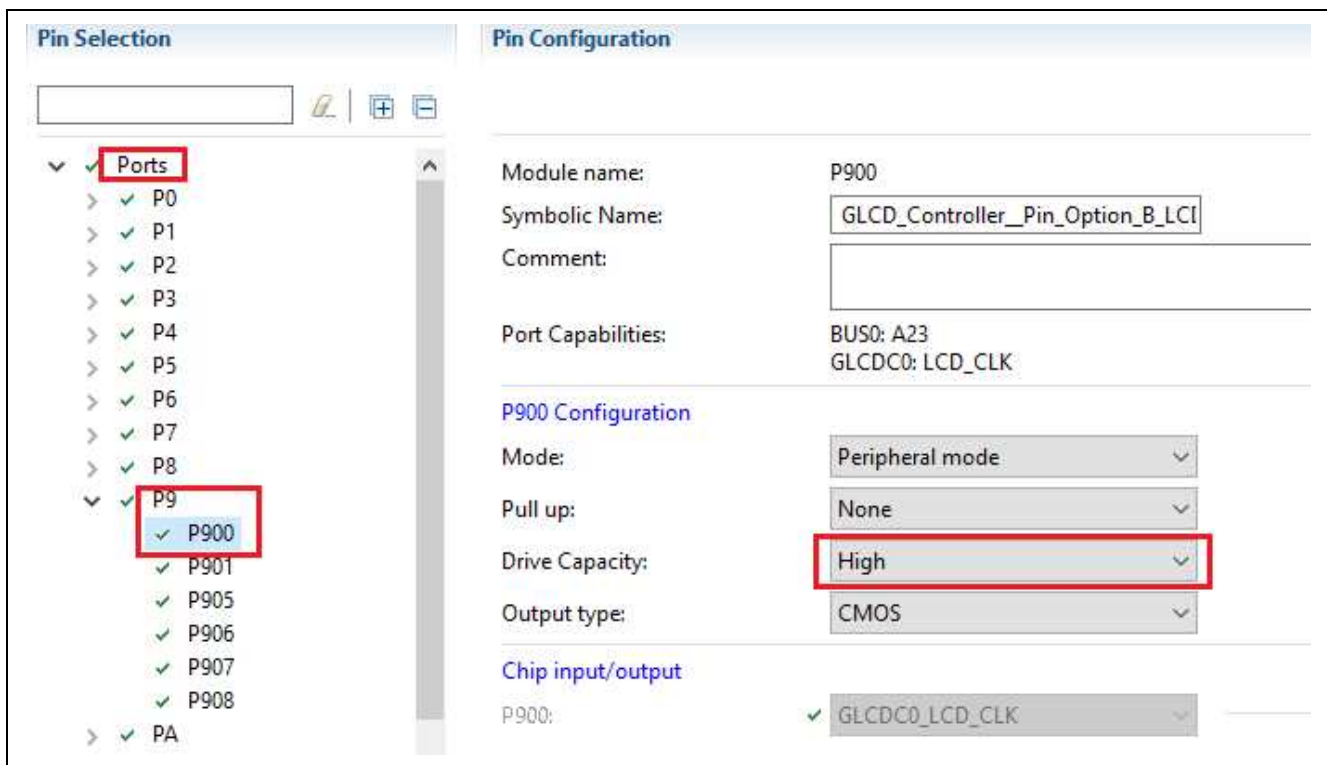
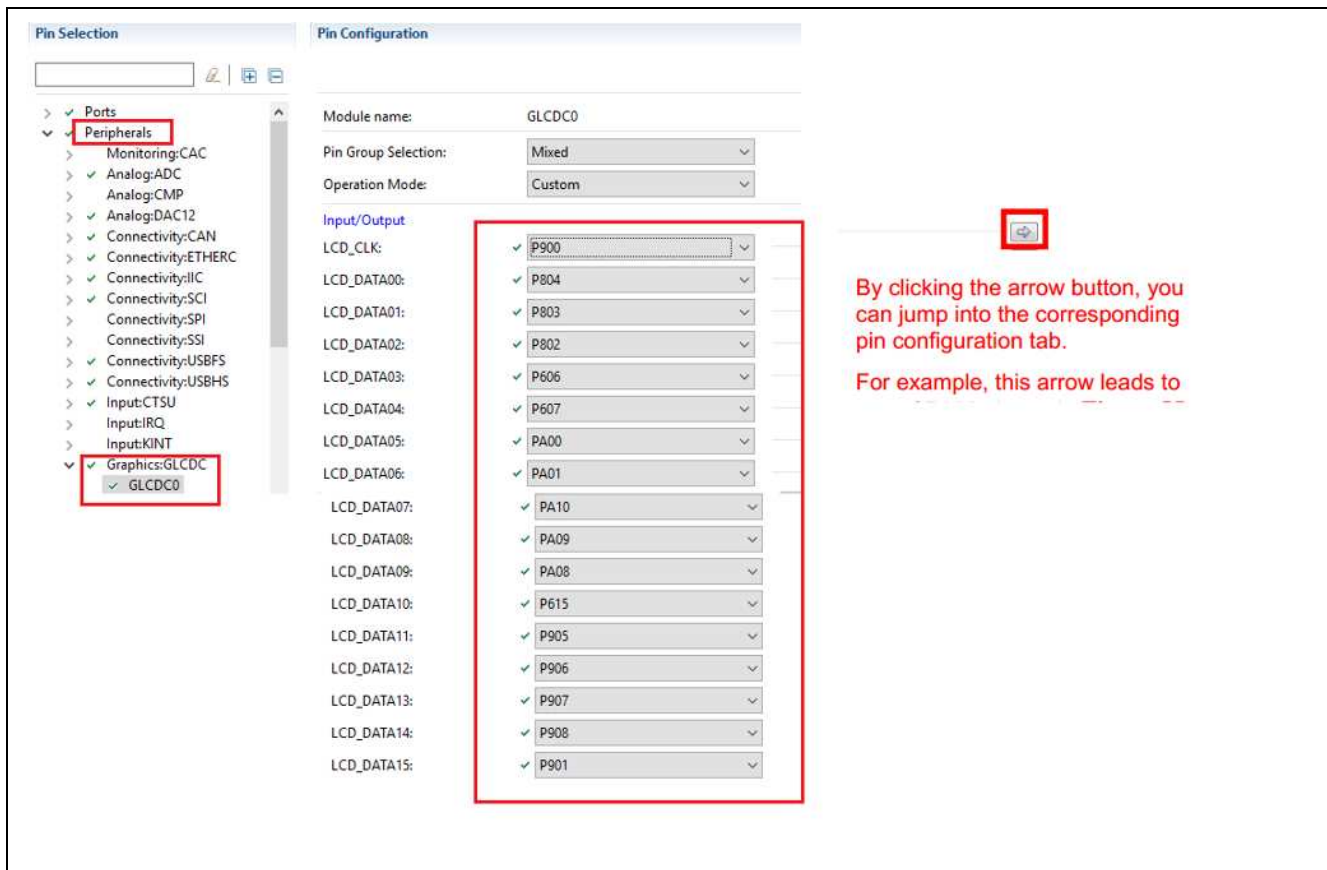

図 4.37 GLCDC の Drive Capability 設定の例
図 4.38 GLCD\_Controller\_Pin\_Option\_B の端子配置
37. 図 4.37 に示すように、[GLCD\_Controller\_Pin\_Option\_B] に関係するすべての端子に対し、[Drive Capacity] を [High] に設定してください。[Drive Capacity] を High に設定するには、2つの方法があります。A および B のうちどちらも選択可能です。
A. 以下の図 4.37 と 図 4.38 に示すように、どの端子に [GLCD\_Controller\_Pin\_Option\_B] が使用されているかを確認できます。
することができます。ここで、X はリストでポートの 2 桁目を表し、PXYZ でポート全体を示します。一旦ポートを選択したら、図 4.37 に示すように [Drive Capacity] を **High** に設定してください。